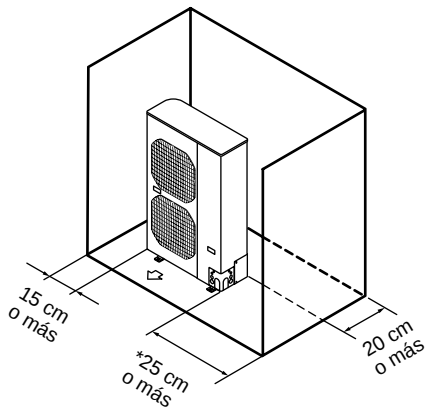

Fig. 2-5
- La provisión de suficiente espacio alrededor de la unidad para la toma/escape de aire y para posible mantenimiento. (Fig. 2-5)
- (1) Obstrucciones en el lado izquierdo, derecho y posterior (la parte frontal y superior de la unidad están abiertas). (Fig. 2-5)